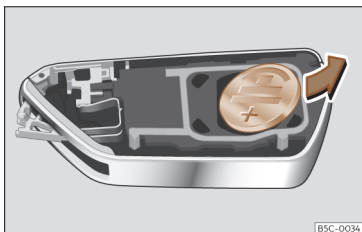

Abb. 70 Fahrzeugschlüssel: Batterie herausnehmen.
- Batterie mit einem geeigneten dünnen Gegenstand aus dem Batteriefach hebeln >>> (Abb. 70).
- Neue Batterie einsetzen und in das Batteriefach drücken >>> ①.